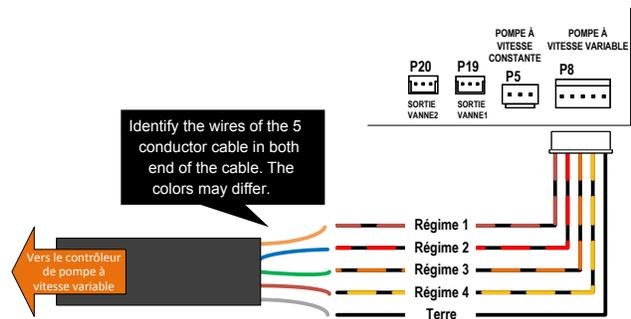

Figure 142. Câblage du câble à 5 conducteurs
2. À l'intérieur du boîtier de commande de l'appareil, utilisez l'adaptateur de faisceau étiqueté « Pump speed selector » (Sélecteur de vitesse de pompe) présent dans la pochette d'accessoires pour connecter le câble à 5 conducteurs à la borne de la carte de contrôle étiquetée « VAR PUMP » [P8]. L'adaptateur peut fournir 4 sorties numériques à 12 VCC et un signal de masse. Veillez à identifier les fils aux deux extrémités du câble à 5 conducteurs. Consultez la Figure 142 pour plus d'informations.